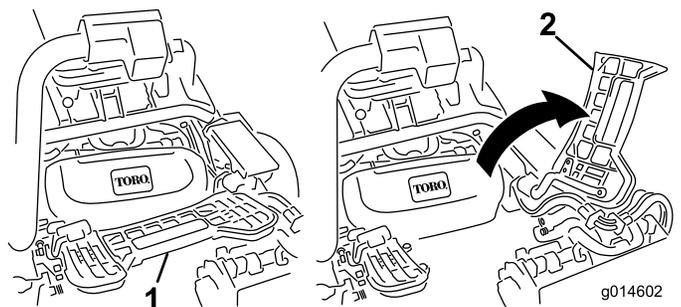

図 11
7. 中央カッティングユニットを取り付ける時は、フットレストを跳ね上げて取り付け位置へのアクセスを確保する **図 11**。